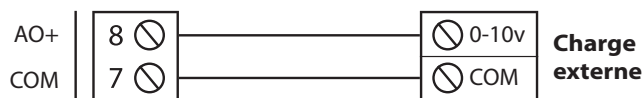

Figure 11 - Raccordement de la sortie analogique (alimentation non requise)
- 1) Le VC2000 fournit seulement un signal de contrôle (voir Figure 11).